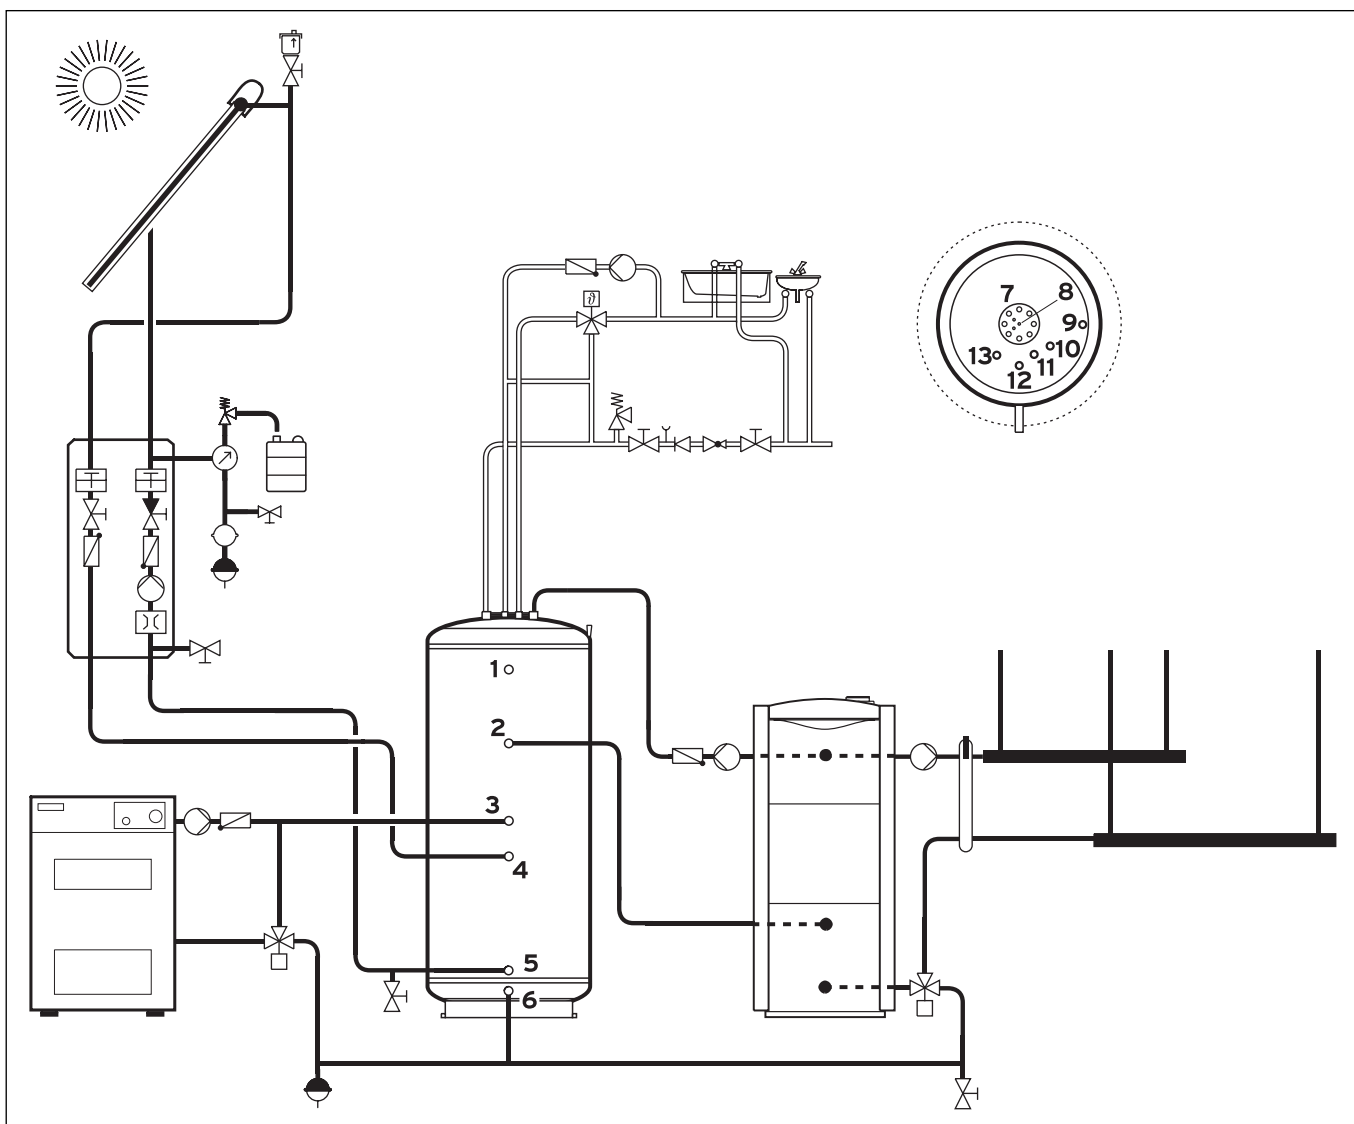

Fig. 3.4 Tilslutningsplan for kombibeholder auroSTOR 3
**Legende til fig. 3.4**
#### Forklaring til fig. 3.4